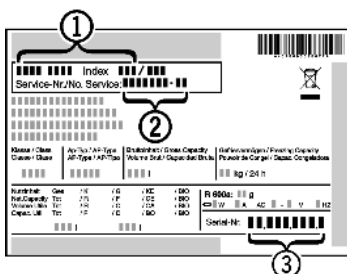

Fig. 18
- ▶ Očitajte naziv uređaja Fig. 18 (1), servisni broj Fig. 18 (2) i serijski broj Fig. 18 (3) s tipske pločice. Tipska pločica nalazi se na lijevoj unutarnjoj strani uređaja.
- ▶ Obavijestite službu za kupce i javite im kvar, naziv uređaja Fig. 18 (1), servisni broj Fig. 18 (2) i serijski broj Fig. 18 (3).